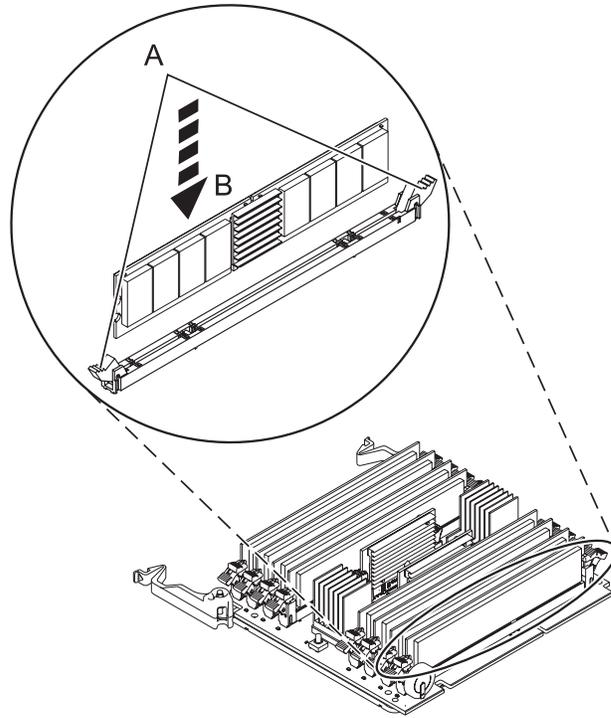

Figura 18. Substituindo um módulo de memória
11. Assegure-se de que as presilhas de travamento do conector (**A**) estejam empurradas para abrir na posição destravada, conforme mostrado no Figura 18 na página 32, antes de instalar um novo módulo de memória.